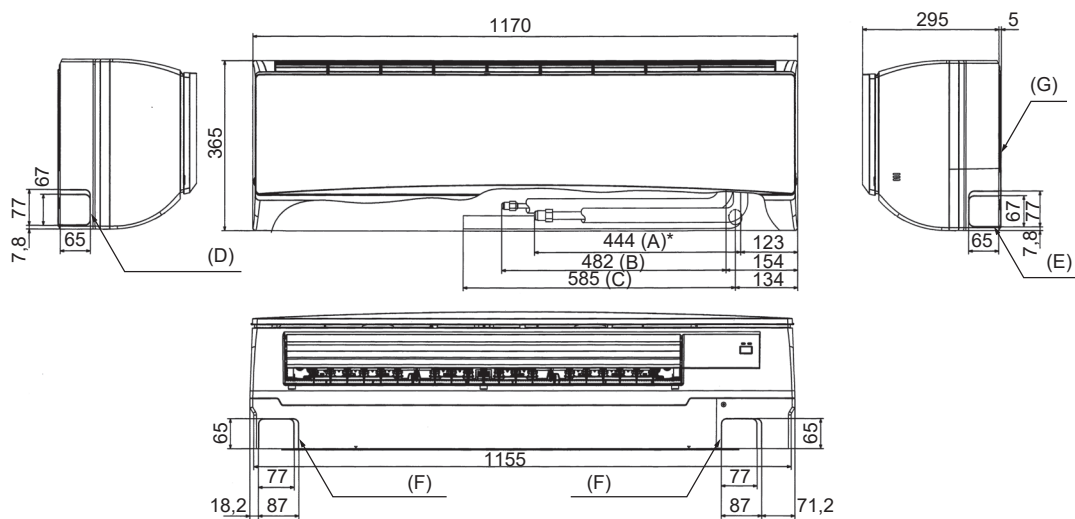

Fig. 4-3
4.4. Mise en place des tuyaux de réfrigérant et d'écoulement (Fig. 4-3)
- (A) Conduit de gaz * Indique la condition les accessoires montés.